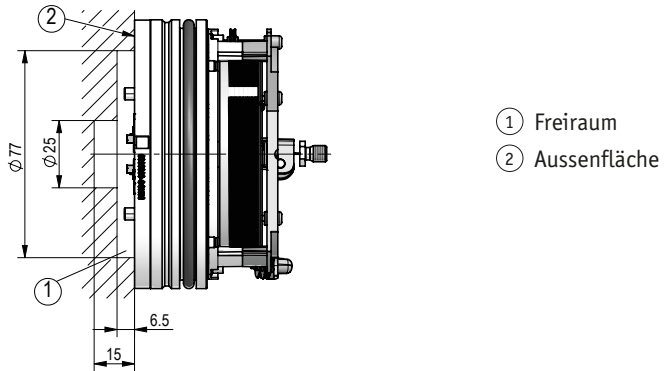

Abb. 3: Montagefreiraum
- ▶ Freiraum beachten (siehe Abb. 3). Seilzuggeber darf nur auf der Aluminium Aussenfläche abgestützt werden.